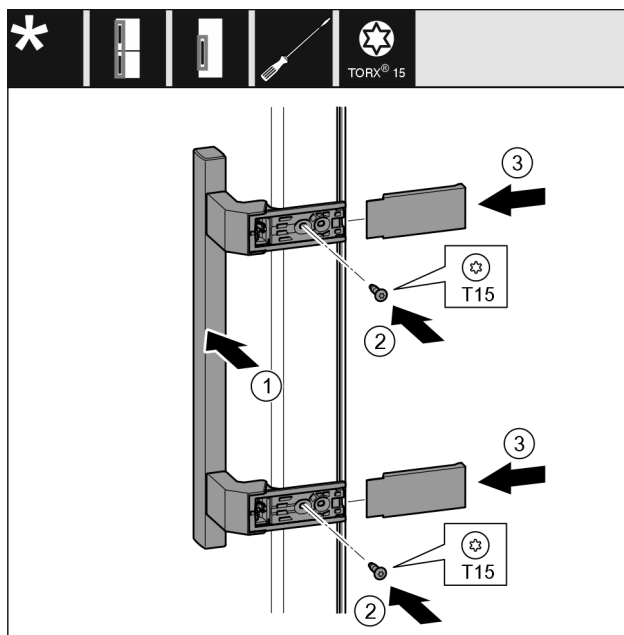

Fig. 30
- Griff Fig. 30 (1) auf der Gegenseite ansetzen.
- Schrauben Fig. 30 (2) mit Schraubendreher festschrauben.
- Abdeckungen Fig. 30 (3) seitlich ansetzen und aufschieben.